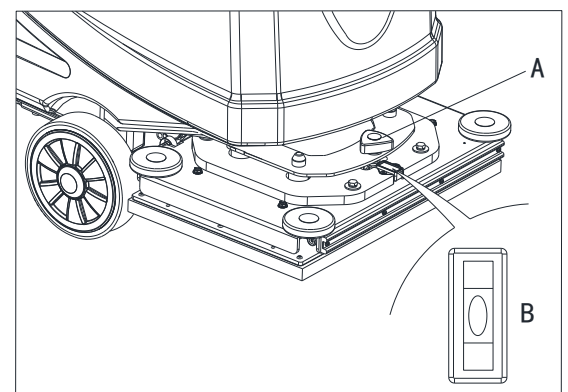

Figura 8.1
2. Ajuste o nível da plataforma orbital ajustando o punho (A, Figura 8.1). Fez a bolha no meio (B, Figura 8.1).